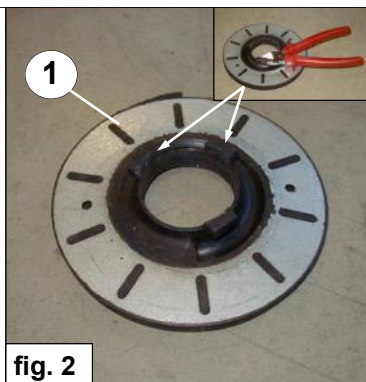

fig. 2
3. Knip de twee hoogste nokken van het originele veerrubber 1 af. Zie fig. 2.
3. Cut the two highest pieces of the original spring seat 1. See fig. 2.
3. Schneiden Sie die Zwei höchsten Nocken von dem originale Federteller 1. Siehe Fig. 2.
3. Découpez les deux butées supérieures du caoutchouc d'origine **1**, voir fig. 2.